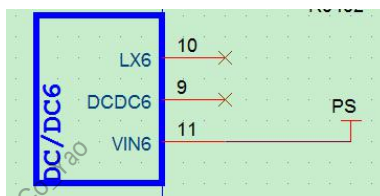

图 2-5 AXP707 DCDC6
- 对于 PMU 未使用的 DCDC 和 LDO，方案应用时可以将此路输入输出滤波电容删除，但必须保持输入供电，如图 2-5 中的 DCDC6 所示。